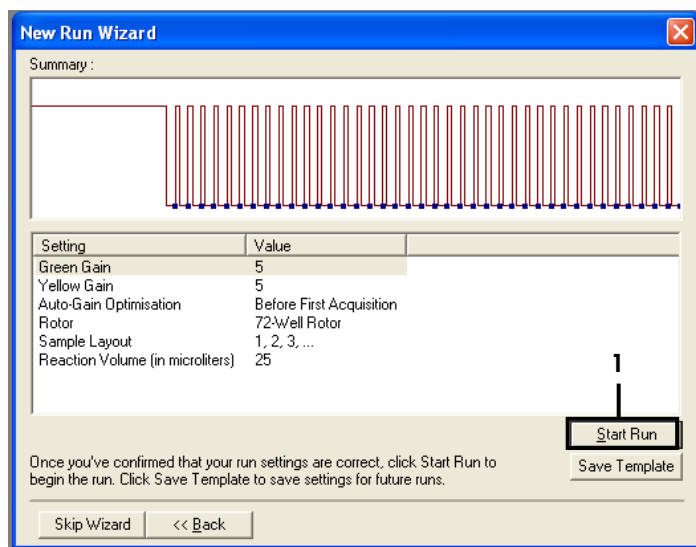

Abbildung 36. Zusammenfassungsfenster des Dialogfelds „New Run Wizard“ (Assistent für neue Läufe) [1 = „Start Run“ (Lauf starten)]
- Überprüfen Sie den Bereich unter „Summary“ (Zusammenfassung) und klicken Sie auf „Start Run“ (Lauf starten), um die Laufdatei zu speichern und den Lauf zu starten (siehe Abbildung 36).